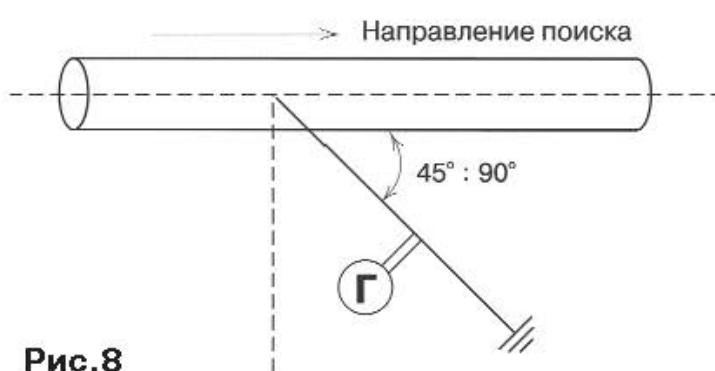

Рис.8
- угол между проводом и направлением поиска в месте подсоединения генератора к кабелю должен составить 45 ... 90 град. рис. 8;